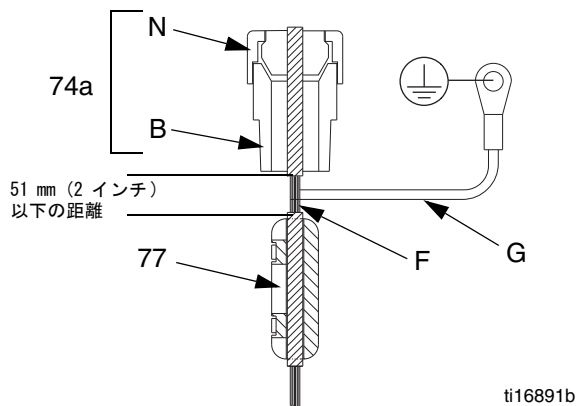

図 30. IS 回路のフィールドワイヤ
- k. 図 30 を参照してください。ナット (N) を導電性のあるストレインリリーフ (74a) 上にしっかり固定します。未満 51 ミリメートル (2 インチ) の位置に導電性張力緩和の底から、フィールド (F) フェラライト (77) と (74A) にワイヤーを取り付けます。アース線 (G) を配電盤の接地ネジに取り付けます。
11. 新しいガスケット (33)、カバー (34)、および 6 本のネジ (12) を取り付けます。
12. カバー (32 および 21) およびネジ (12) を再度取り付けます。